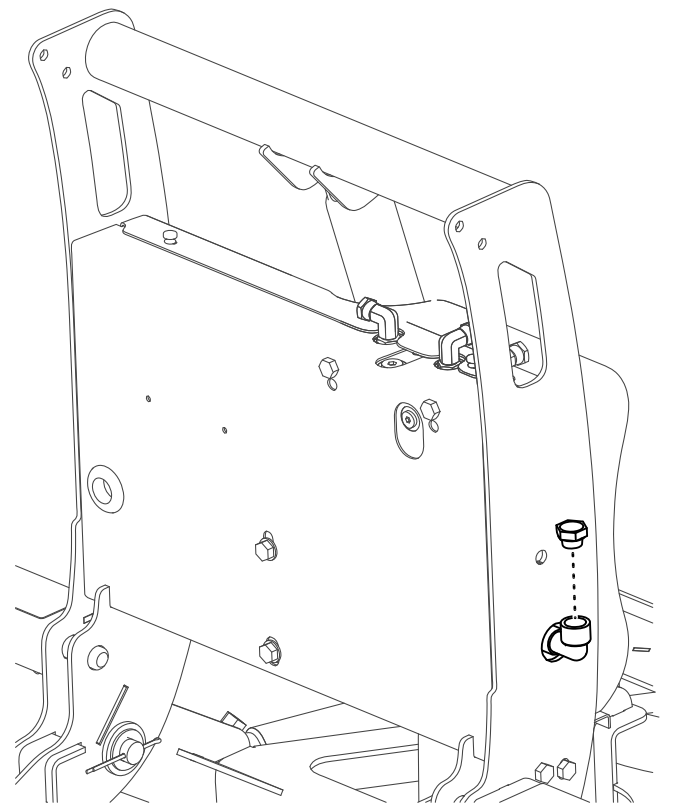

Figure 9
3. Retirez le bouchon de remplissage du coude du réservoir hydraulique (Figure 9).